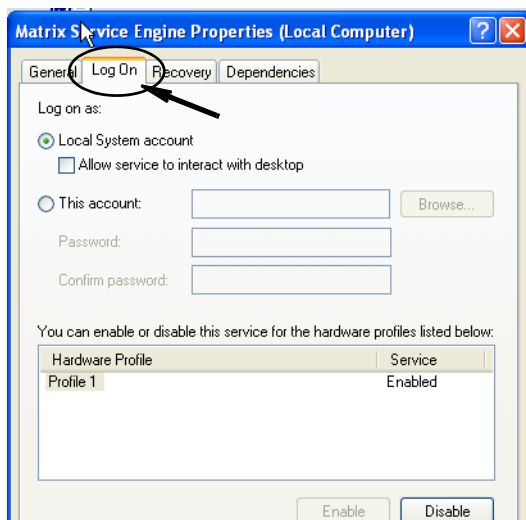

FIG. 38
- e. Seleccione la pestaña Iniciar sesión (FIG. 38).